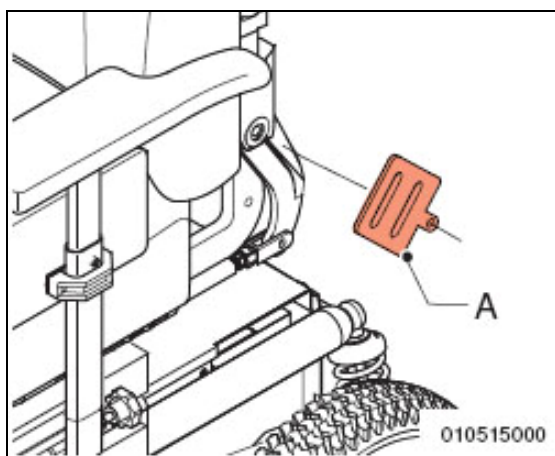

Abbildung 4.2
- Befestigen Sie die Gurtschnalle (Abb. 4.2 - A) mit Hilfe einer Schraube und Mutter.